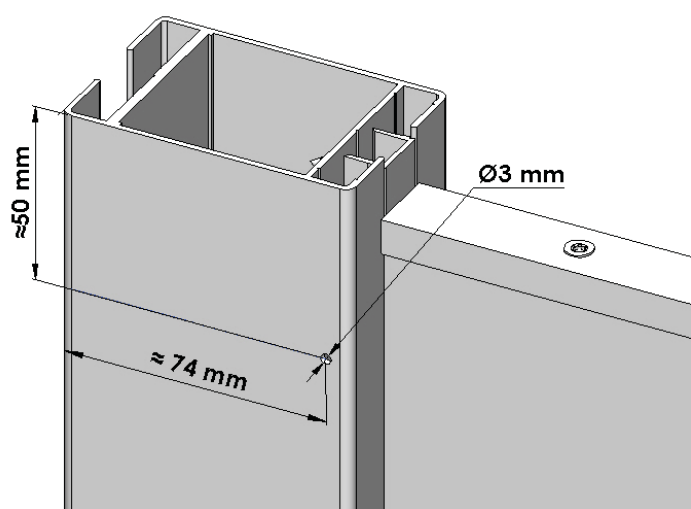

Figure 18
- Percer un trou  $\text{Ø}3,6 \text{ mm}$  en haut de chaque poteau coté propriété (Les perçages ne doivent pas déboucher de l'autre côté du poteau) (figure 18).